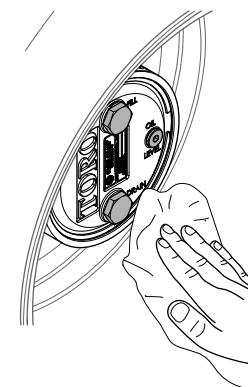

Figura 64
3. Limpe as estruturas do travão e da engrenagem planetária (Figura 64).